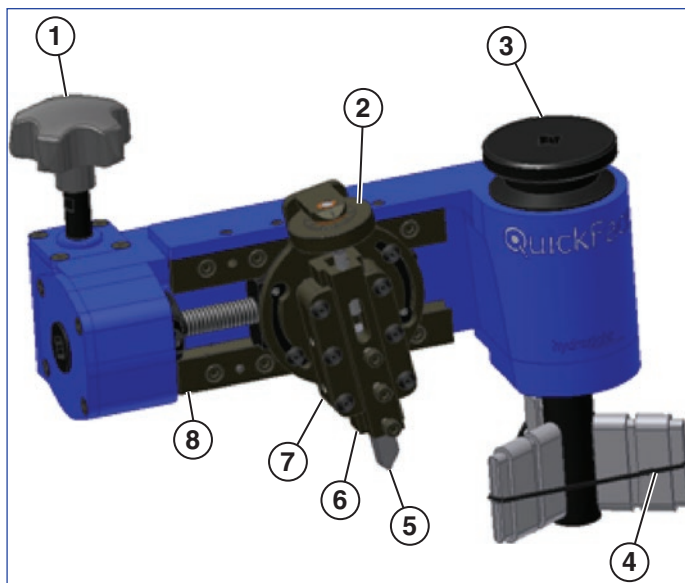

Rysunek 2
Zespół trzpienia składa się z elementów służących do przytwierdzenia obrabiarki QuickFace do obrabianego przedmiotu. Regulowane elementy ustalające i nakładane przedłużki przeznaczone są do przytwierdzenia i zabezpieczenia obrabiarki. Pierścień O-ring służy do mocowania elementów ustalających do trzpienia (**patrz Rysunek 2**).
2. Zamocuj elementy ustalające i nakładane przedłużki (w razie potrzeby) w szczeliny na wałku trzpienia. Dopilnuj, by ustawiona pod kątem powierzchnia wałka rozprężnego była dopasowana do skośnej powierzchni elementów ustalających (**patrz Rysunek 2** pokazuje prawidłowe położenie elementów ustalających).